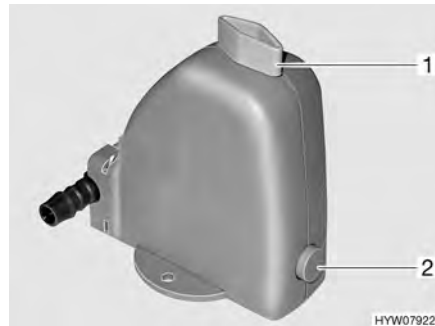

Fig. 152 Valve de sécurité et de vidange du chauffe-eau
Le chauffe-eau est équipé d'une valve de sécurité et de vidange (Fig. 152). La valve de sécurité et de vidange empêche que l'eau ne gèle dans le chauffe-eau lorsque le chauffage n'est pas allumé en cas de gel.
- Fermer la valve de sécurité et de vidange. Tourner pour cela le bouton rotatif (Fig. 152,1) dans le sens transversal par rapport à la valve de sécurité et de vidange et enfoncer le bouton-poussoir (Fig. 152,2).
- Ouvrir la valve de sécurité et de vidange. Tourner le bouton rotatif (Fig. 152,1) dans le sens longitudinal par rapport à la valve de sécurité et de vidange. Le bouton-poussoir (Fig. 152,2) ressort. Le chauffe-eau est vidé à l'extérieur par le biais de la valve de sécurité et de vidange.